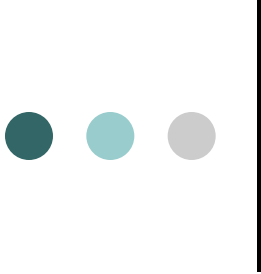

Рисунок 4.3-Схема производства титана
- Основным методом переработки титановых руд является магнийтермический способ, суть которого заключается в получении четыреххлористого титана и восстановлении из него металлического титана с помощью магния (рис. 4.3).